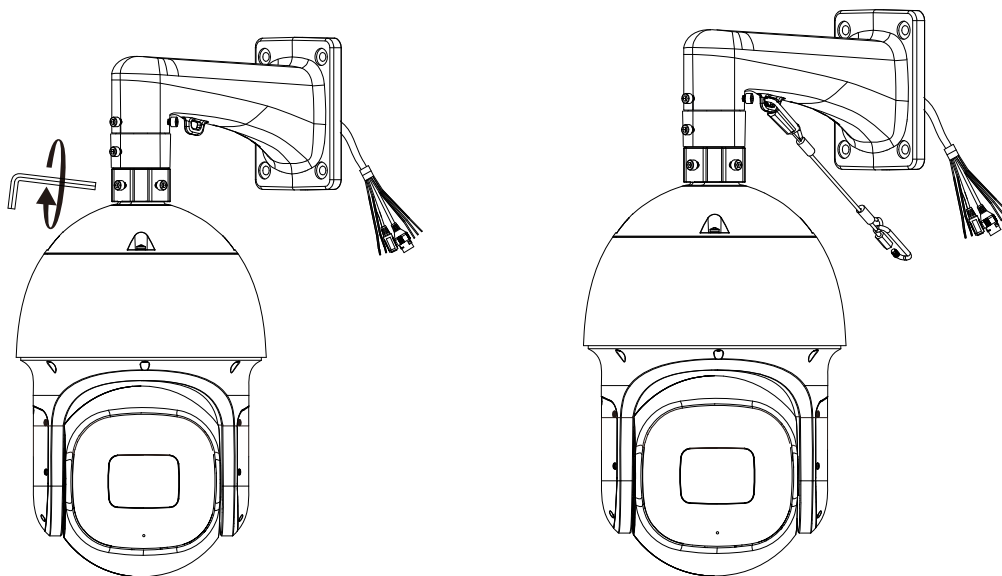

Рисунок 4.8 – Монтаж
11. С помощью ключа S5.0 «Шестигранный» из комплекта поставки настенного кронштейна затяните три фиксирующих винта монтажного адаптера BOLID BR-306 (Рисунок 4.8).
12. Используя карабин, закрепите видеокамеру на настенном кронштейне (Рисунок 4.8).